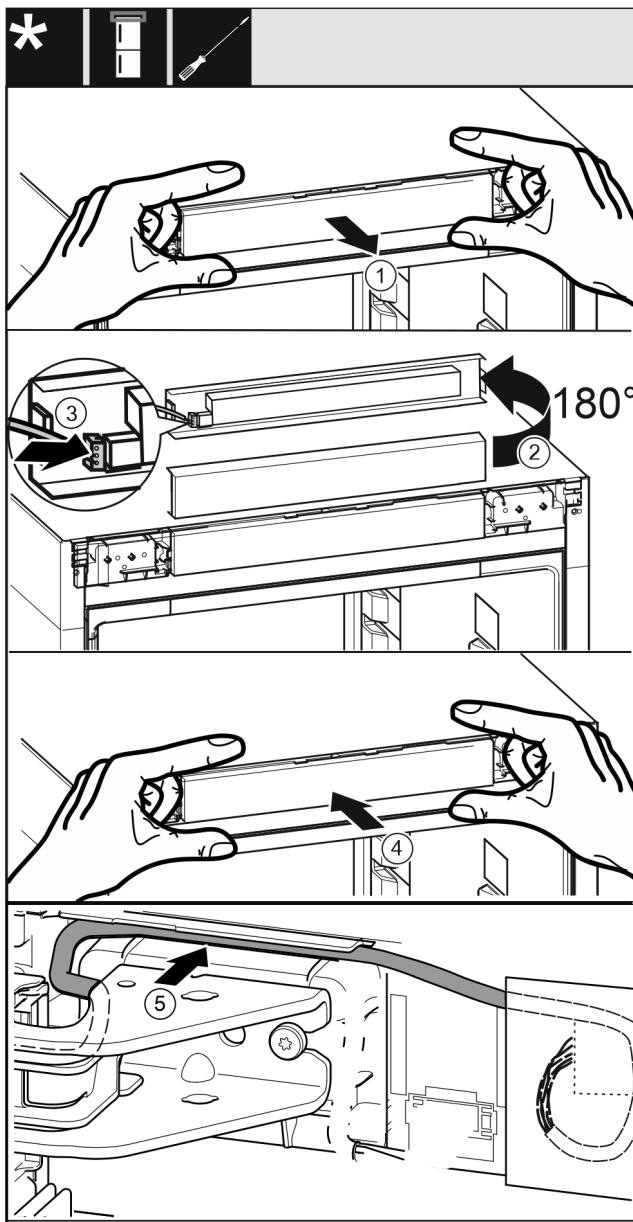

Fig. 43
- ▶ 小心地取出控制面板。Fig. 43 (1)
- ▶ 将隔板向上旋转 180°。Fig. 43 (2)
- ▶ 将插头卡紧在控制面板上。Fig. 43 (3)
- ▶ 将控制面板重新卡紧在冰箱上。Fig. 43 (4)
- ▶ 将灰色电缆通过上方托架小心地放置到导向装置中。Fig. 43 (5)